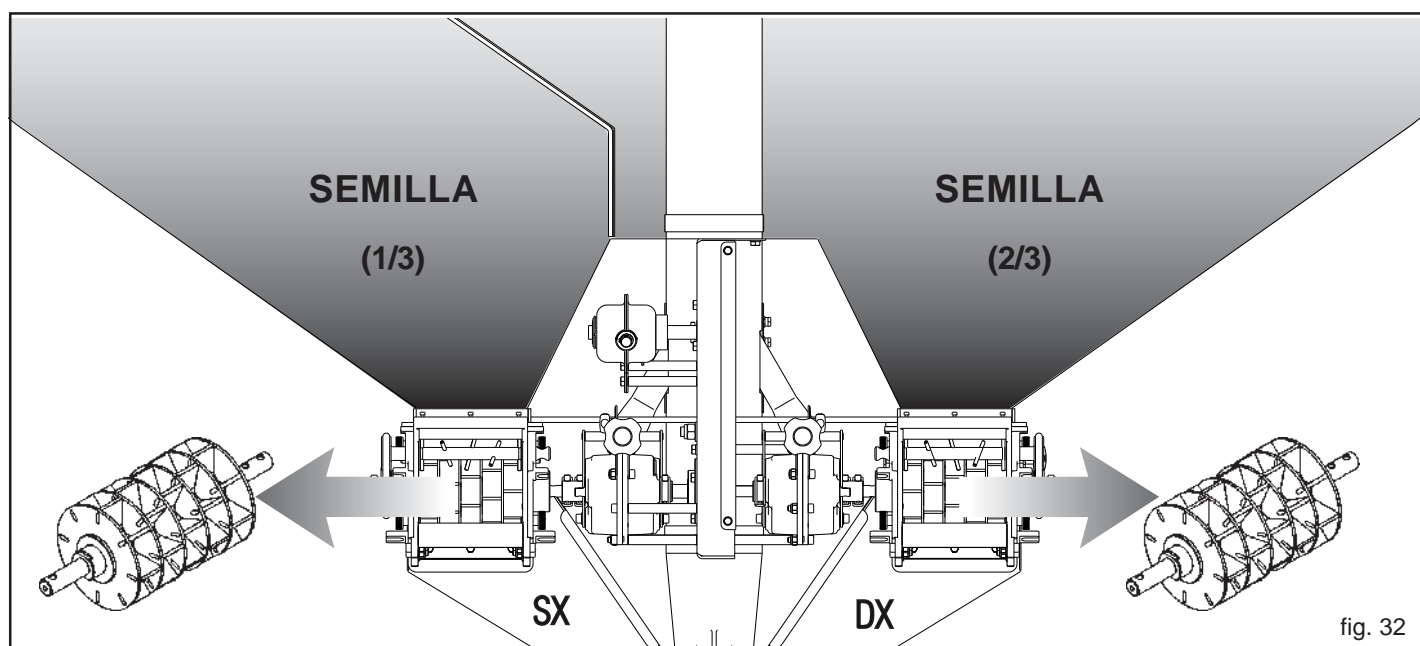

fig. 32
- 2) SEMILLA-SEMILLA (Fig. 32).
3.4.4.2 SEMILLA-SEMILLA (Fig. 32)